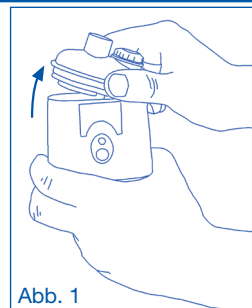

Abb. 1
1. Nehmen Sie den Oberteil (A3) aus dem Gerätskörper (Abb. 1)
- Trennen Sie das Gerät (A) vom Netzteil, indem Sie das Netzkabel (G) abziehen.
- Nehmen Sie den oberen Teil (A3) vom Gehäuse (Abb. 1) und das angeschlossene Zubehör ab.